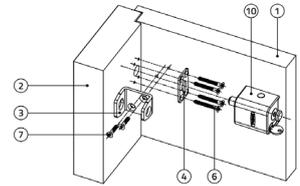

FIGURE 1
Plier le modèle A (12) le long de la ligne de division et le placer avec les surfaces marquées dans les zones correspondantes. Voir la figure 1.